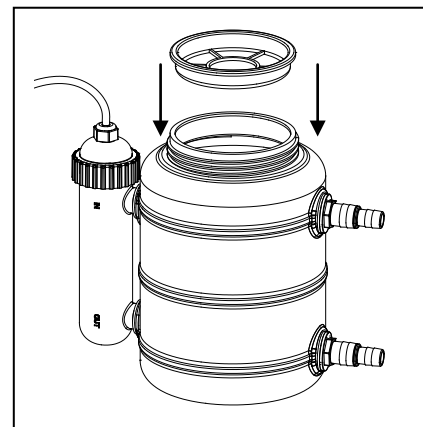

Fig. 8
8. Coloque la tapa sobre la parte superior del tanque. Fig. 8